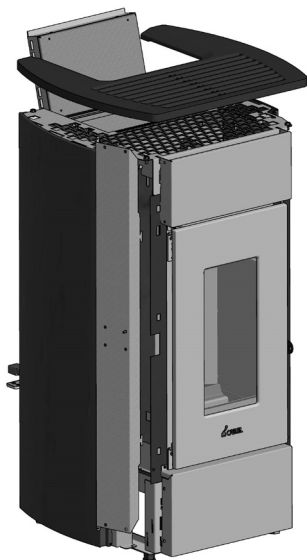

Fig. 29 - Koppel de houder van de majolica's los
- Open het deksel van de pellets en neem de Top weg (zie **Fig. 29**)